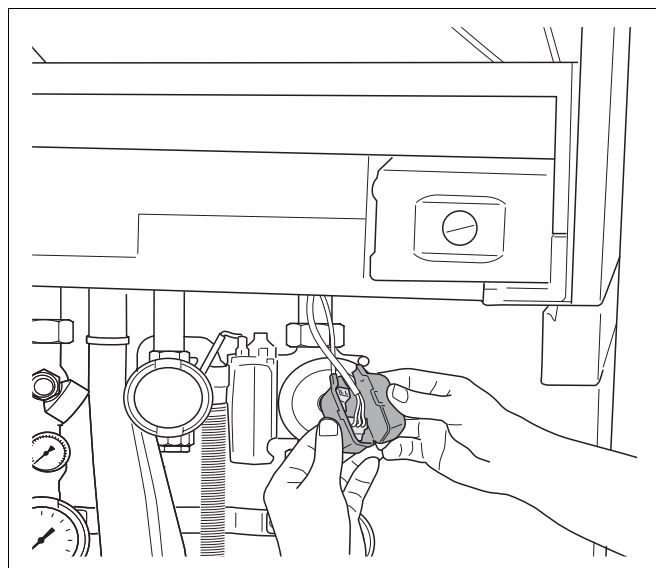
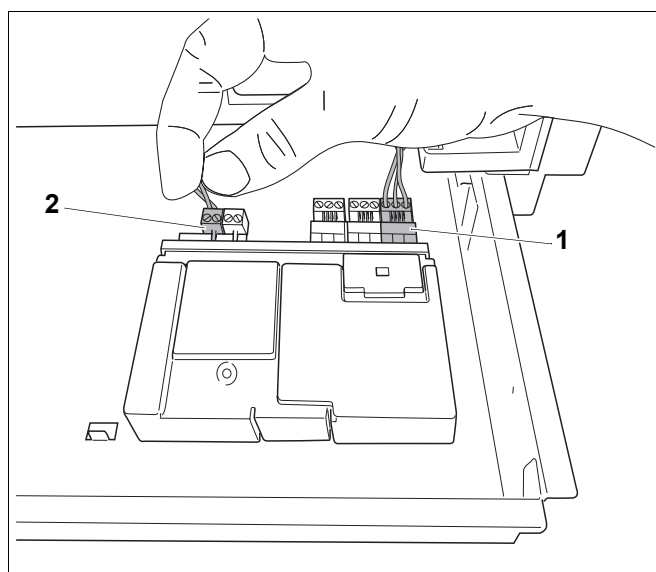

Рис. 47 Снятие защитного колпачка
Рис. 48 Соединение модулей между собой
- Снять защитный колпачок штекеров обоих свободных присоединительных кабелей функционального модуля (рис. 47).
- Подключить свободный сетевой кабель 230 В переменного тока (рис. 47) к модулю (рис. 48, **поз. 1**). При использовании нескольких модулей электроснабжение второго модуля 230 В переменного тока может быть подведено от первого модуля. Используйте для этого кабель, входящий в комплект поставки модуля.
- Подключить свободный штекер соединительного кабеля шины EMS (рис. 48) к первому модулю (рис. 48, поз. 2).